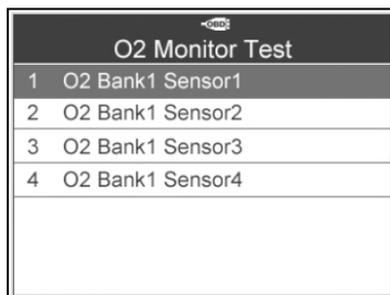

Imagen 6.17
- 3) Utilice el botón de desplazamiento **ARRIBA/ABAJO** para seleccionar el sensor O2 en el menú de **prueba de monitor O2** y pulse el botón **Y**. (Imagen 6.17)